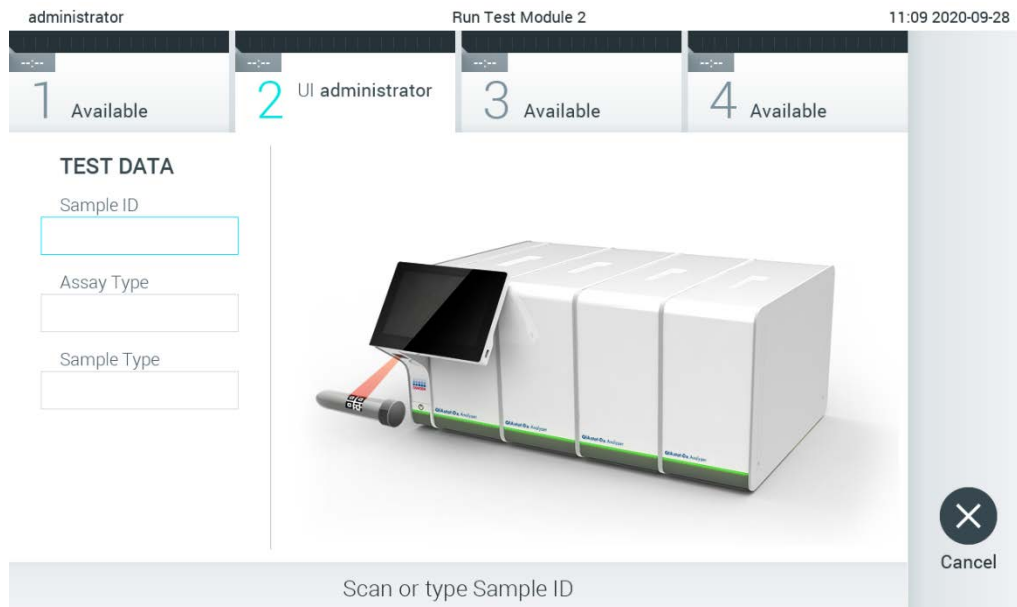

Abbildung 75: Scannen des Proben-ID-Barcodes
2. Scannen Sie nach Aufforderung den Proben-ID-Barcode mit dem im Betriebsmodul integrierten Barcodeleser (Abbildung 75).